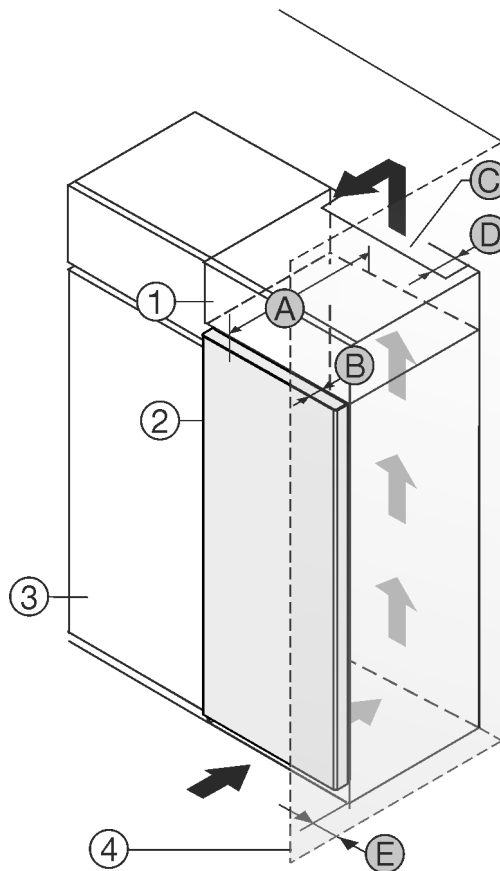

Fig. 1
Вы можете установить устройство непосредственно рядом с кухонным шкафом Fig. 1 (3).*
На задней стенке дополнительного шкафчика должен быть вентиляционный канал с глубиной Fig. 1 (D) по всей ширине этого шкафа.*
Нужно соблюдать вентиляционное отверстие Fig. 1 (C) под нижней панелью.*
Если устройство устанавливается на шарнирах у стены Fig. 1 (4), то расстояние между устройством и стеной должно быть не менее 13 мм.*
Если устройство устанавливается на шарнирах у стены Fig. 1 (4), то расстояние между устройством и стеной должно быть не менее 20 мм.*
Чтобы можно было полностью открыть дверь, устройство должно выступать на глубину двери Fig. 1 (B) относительно передней стенки кухонного шкафа. В зависимости от глубины кухонных шкафов Fig. 1 (3) и использования пристенных распорок устройство может выступать и больше.*